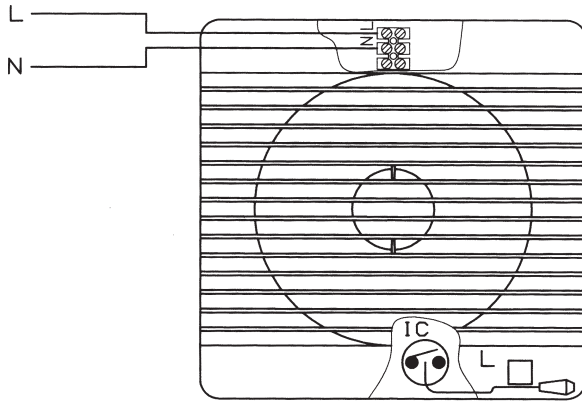

Fig. 9
**Sposób 1:** Praca automatyczna (fig. 9)